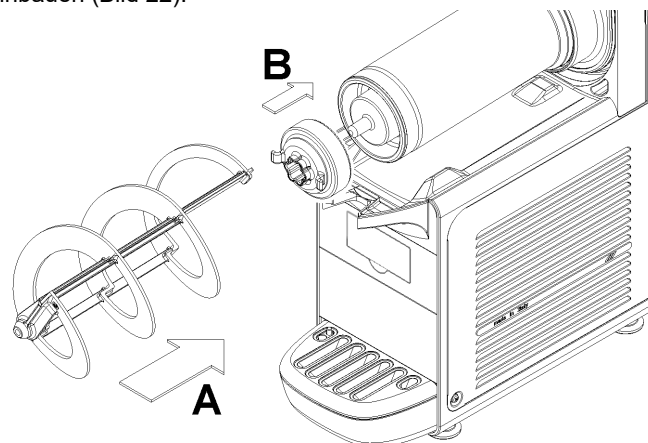

Bild 22
- 5 Den Sechskantanschluss und dann den Rührarm wieder einbauen (Bild 22).